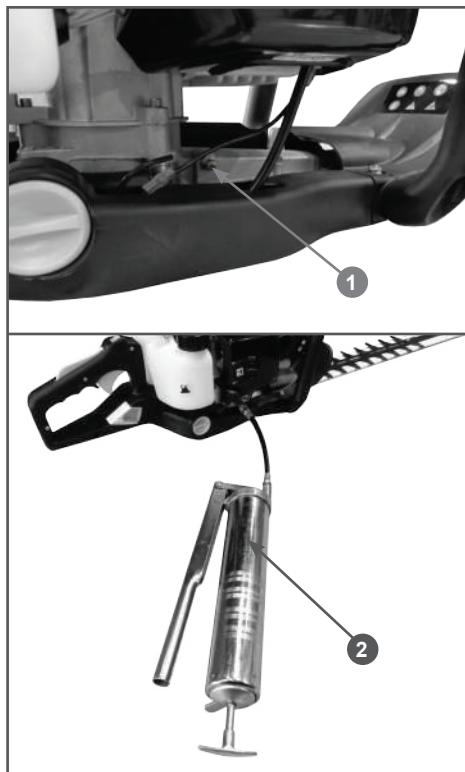

Рис. 13 Обслуживание редуктора
- Приготовьте шприц-пресс 2 (Рис. 13) и заправьте его смазкой CHAMPION EP-0 или смазкой Литол-24.
- Удалите грязь с корпуса редуктора мягкой щеткой, пресс-масленку 1 (Рис. 13) протрите чистой ветошью.